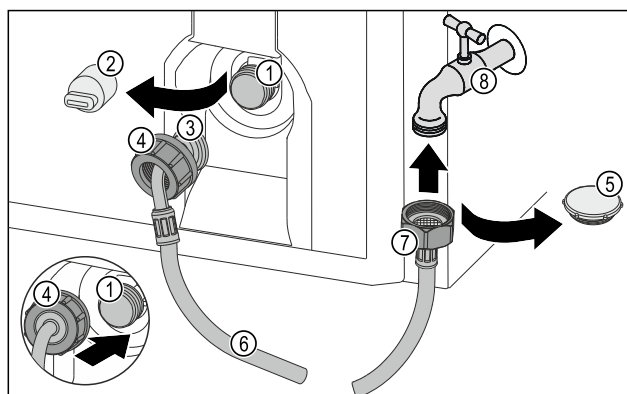

Fig. 72
- Uzavírací víčko Fig. 72 (5) odstraňte.
- Rovný konec hadice Fig. 72 (7) připojte k vodovodnímu kohoutku Fig. 72 (8).
- Utáhněte matici na rovném konci hadice Fig. 72 (7) ve směru hodinových ručiček.